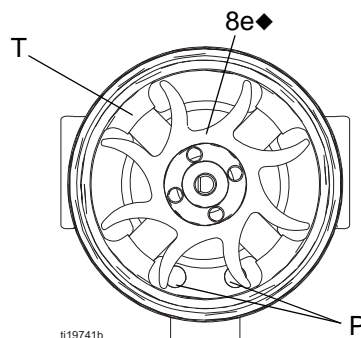

FIG. 38. Orientacja wentylatora
7. Przytrzymać zespół cewki (8a) na stole roboczym końcem wentylatora skierowanym w górę. Za pomocą płaskiego śrubokręta wyważyć wentylator (8e) z wałka (S).
10. Zamontować nowe łożysko dolne (8b1) na długim końcu wałka (S). Bardziej płaska strona łożyska musi być skierowana w stronę przeciwną do magnesu (M). Zamontować cewkę (8a) w taki sposób, aby łopatki łożyska były przepłukiwane wraz z powierzchnią cewki.
12. Przytrzymać zespół cewki (8a) na stole roboczym końcem wentylatora skierowanym w górę. Nasunąć wentylator (8e) na dłuższy koniec przekładni (S). Łopatki wentylatora muszą być położone w sposób widoczny na FIGURE 38.